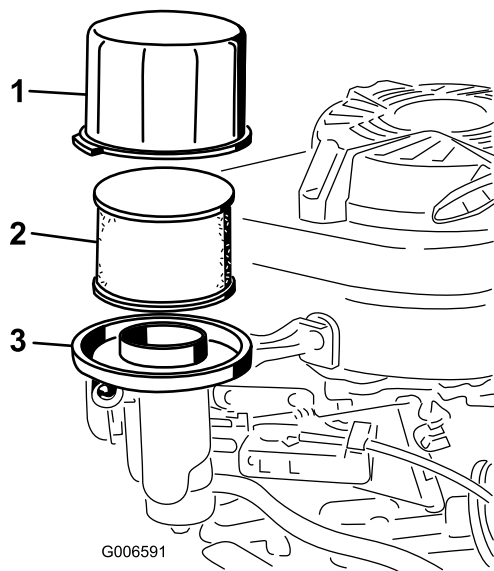

Рисунок 27
3. Снимите крышку и тщательно очистите ее (Рисунок 27).
4. Снимите фильтр предварительной очистки из вспененного материала с бумажного фильтра (Рисунок 27) и замените бумажный фильтр, если он сильно загрязнен.